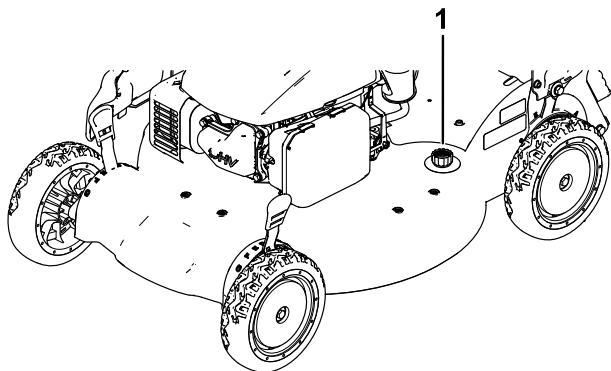

Figura 28
4. Conecte una manguera de jardín que esté conectada a un grifo al orificio de lavado (Figura 28).